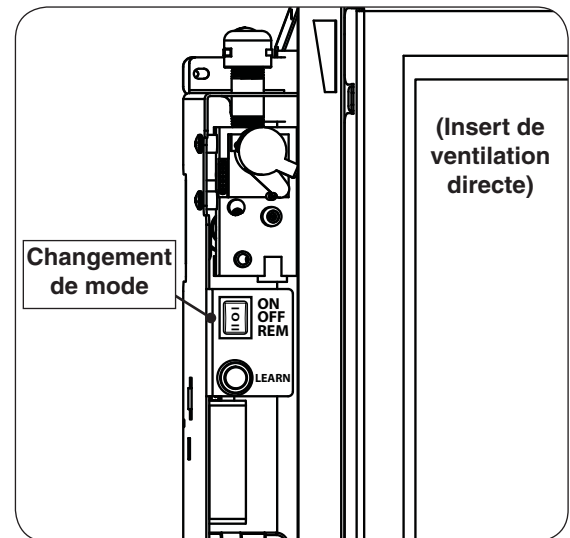
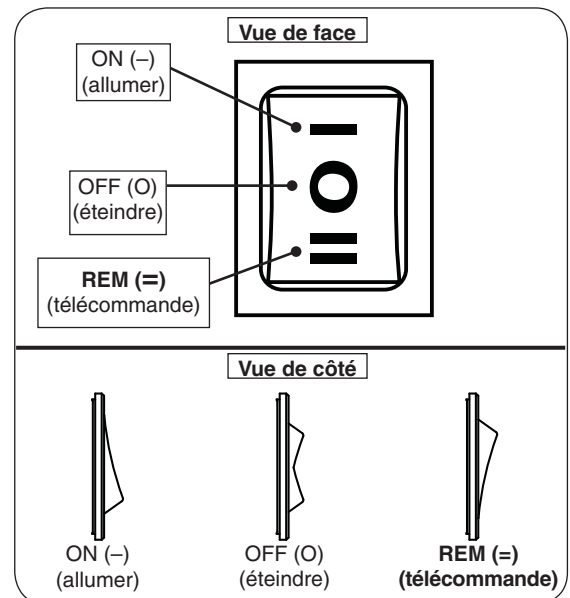

Fig. 40-1 Boîtier de commande (Côté gauche de l'unité)
Fig. 40-2 Détails du commutateur de mode
1. Ouvrez la porte d'accès. Localisez le commutateur de mode 3 positions sur le boîtier de commande (voir Fig. 40-1). Appuyez sur le commutateur jusqu'à la position **REM (=)** (télécommande) (voir Fig. 40-2). Le système émettra un bip.